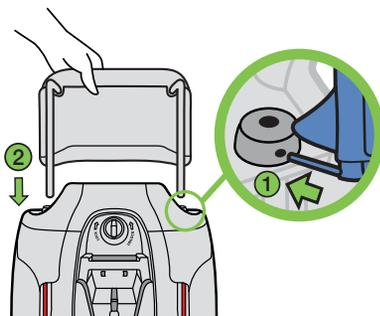

Figura 18a
- Coloque el pasador de metal situado en el extremo de la herramienta de reparación en el agujero que está en la guía del apoyacabezas situada en el lado derecho del asiento (viendo el asiento desde atrás) (1).
- Mientras presiona la herramienta de reparación hacia dentro, empuje el apoyacabezas hacia abajo hasta que las barras de soporte del apoyacabezas se deslicen hacia abajo en el asiento (2), como se muestra en la **figura 18a**.